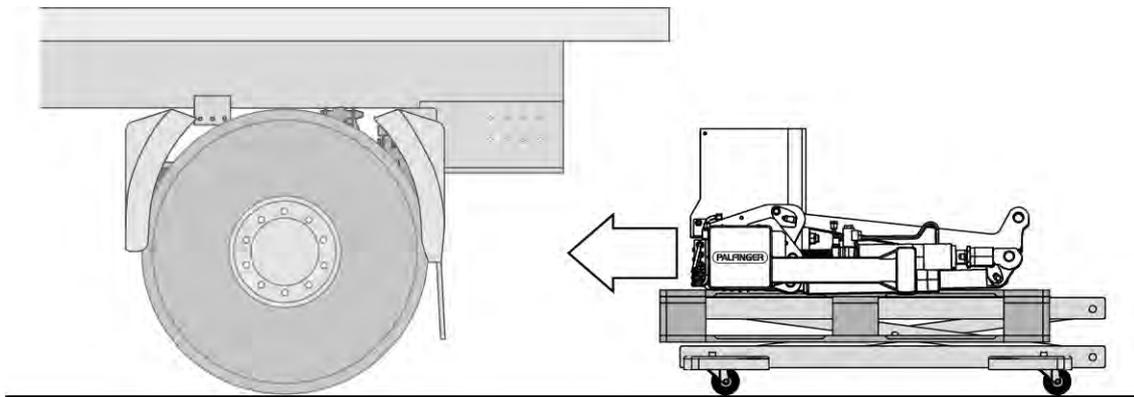

Figura 13: Colocar el mecanismo de elevación
- ▶ Coloque con cuidado el mecanismo de elevación debajo del vehículo (véase Figura 13).